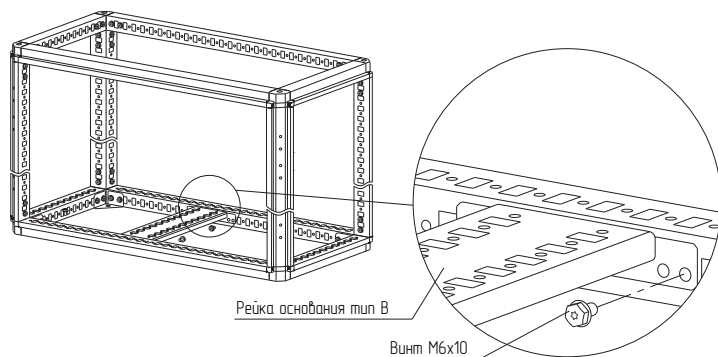

Рисунок 34
4.19.2 Установить рейку основания тип В на основание или крышу и закрепить винтами с самонарезающей резьбой М6×10 (рисунок 34). Момент затяжки – 7 Н·м.